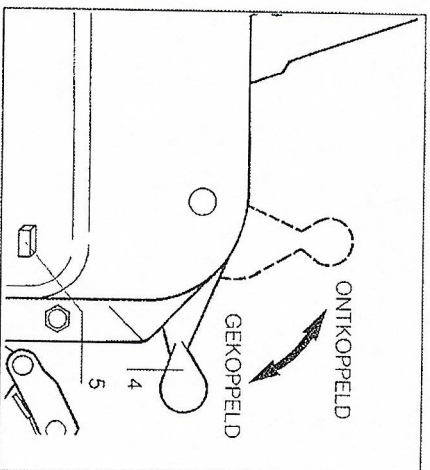

Fig. 7 - TU-8 en TU-16. Ontkoppelingshandel
Elk apparaat is voorzien van een handel (Fig. 1 pos. 4) voor het ontkoppelen van het klembeuksysteem. De ontkoppelingshandel mag NIET bediend worden, als de takel onder belasting is. Er zijn twee posities voor de ontkoppelingshandel (zie Fig. 7, 8 en 9) : ontkoppeld of gekoppeld.
4.1 TU-8 of TU-16 (Fig. 7)